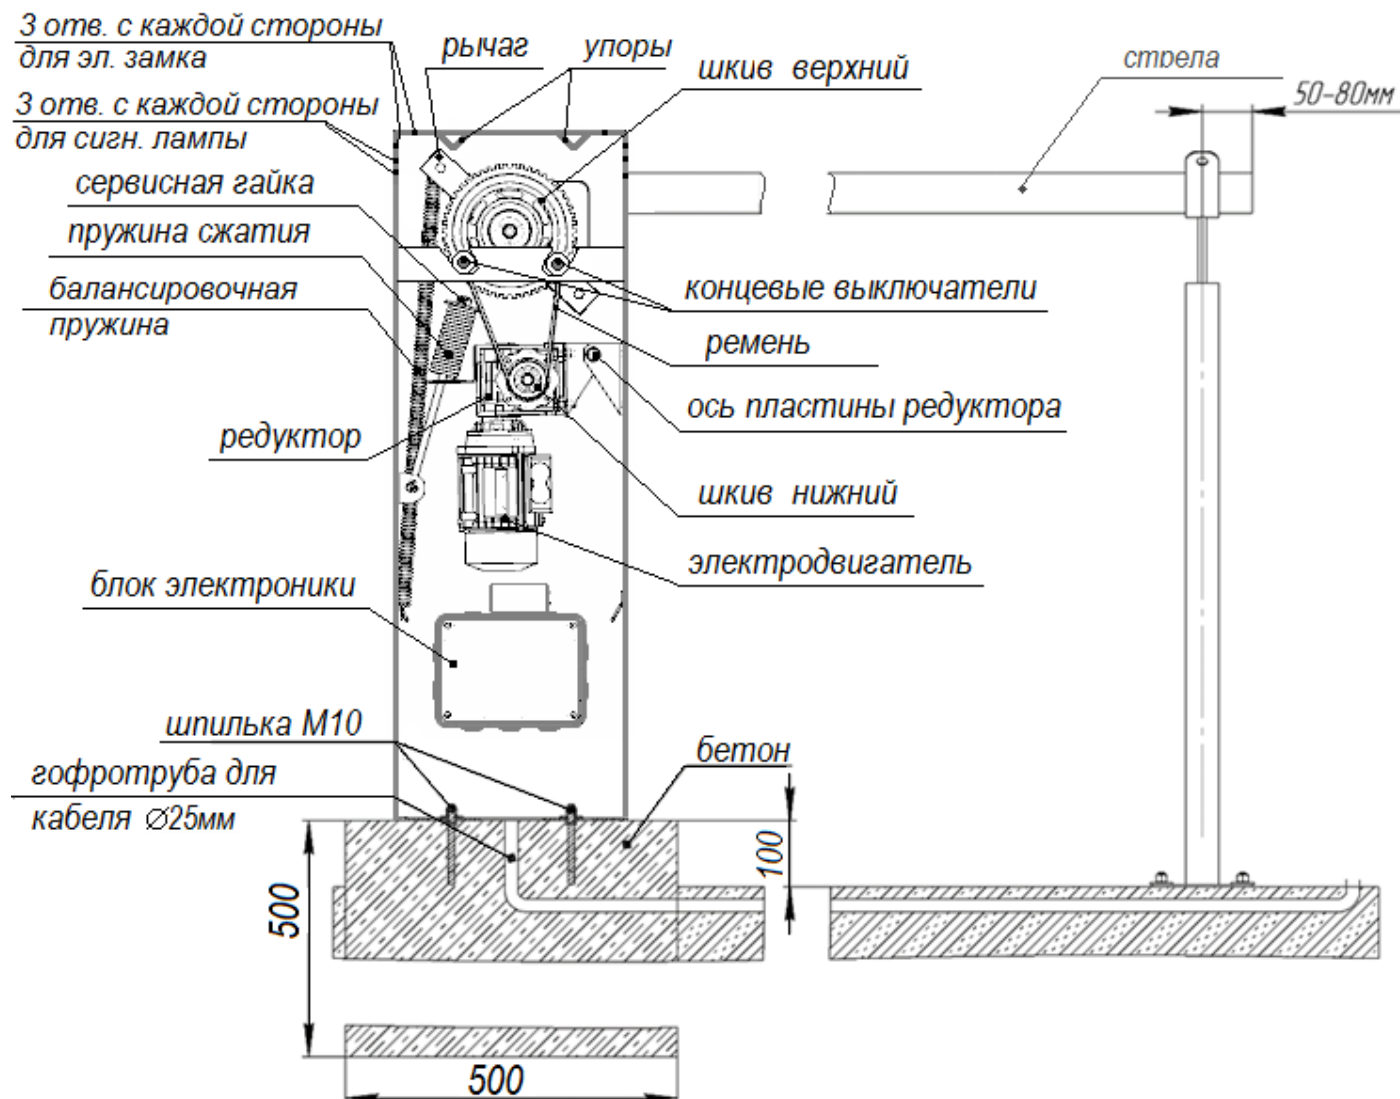

Рисунок 1
Шлагбаум следует установить на фундамент размером 500x500x500 из бетона марки не ниже М400. При заливке необходимо использовать монтажный комплект: монтажную раму и анкеры, при этом каждый анкер должен выступать над поверхностью фундамента своей резьбовой частью на высоту не менее 40 мм. Сам фундамент должен выступать над уровнем проезжей части не менее 100мм (см. Рисунок 1, 2)
На производстве шлагдауы собираются в правостороннем исполнении (если смотреть со стороны крышки тумбы, стрела с права см. Рисунок 1, 2).
- \* Переставить балансировочную пружину с левого крепления на рычаге и зацепе на правое крепление (см. Рисунок 1).
Концевые выключатели настраиваются таким образом, чтобы при срабатывании выключателя рычаг останавливался на расстоянии 1-2 мм от упоров, расположенных на верхней поверхности корпуса шлагбаума, не касаясь их (см. Рисунок 1).
Сигнальная лампа подключается к разъему X3. Напряжение ~220В. Активируется при движении стрелы шлагбаума. Лампа крепится с боку корпуса шлагбаума (см. Рисунок 1)